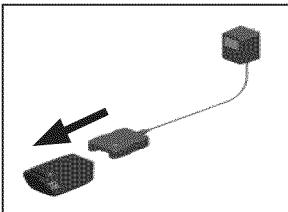

Figure 2 - Insertion de la pile dans le chargeur.
3. Faites glisser le chargeur sur la pile comme indiqué dans la Figure 2. The LED will light up. Laissez la pile se recharger jusqu'à ce que le voyant à DEL rouge s'éteigne. Après la recharge initiale, votre batterie devrait demeurer chargée de 3 à 9 heures dans des conditions d'utilisation normales.